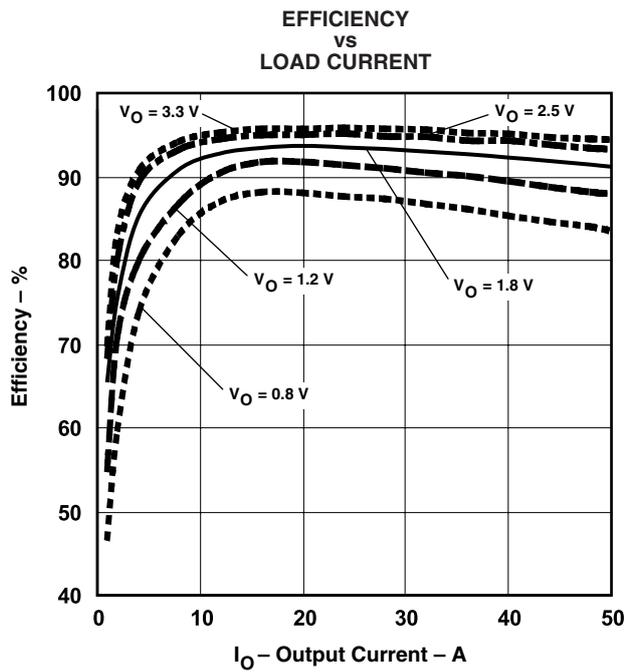
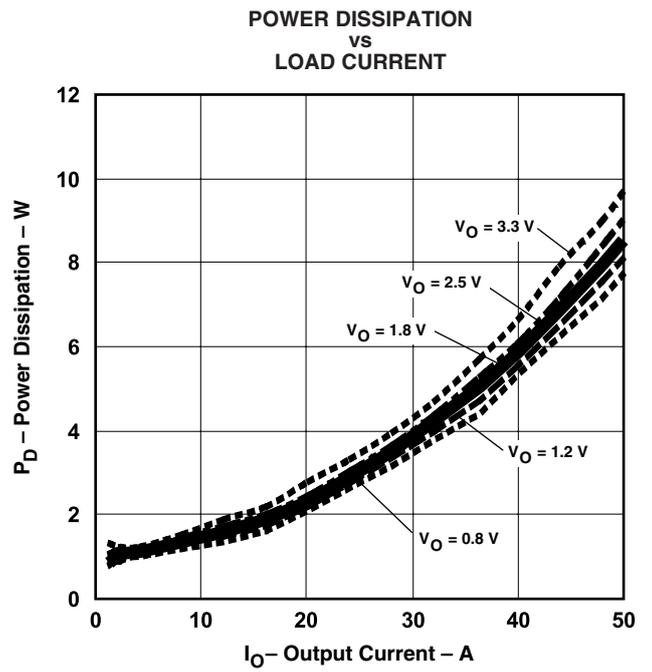

図 5
図 6
- (1) この電気的特性データは、実際の製品を25°Cでテストして得られたものです。このデータは、コンバータの代表的なデータと考えられます。図5および図6に対して適用されます。